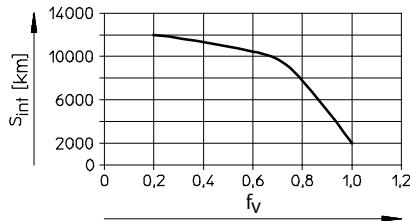

Fig. 12
- Réduire de moitié l'intervalle de graissage I_{gr} (→ Fig. 12) dans les situations suivantes :
| Intervalle de lubrification | (→ Fig. 12) | | Si nécessaire ¹⁾ | |
1. Calculer le facteur de comparaison de charge f_V à l'aide de la formule pour charges combinées (→ 12 Caractéristiques techniques) et en déduire l'intervalle de graissage S_{int} (→ Fig. 12).
1. Calculer le facteur de comparaison de charge f_V à l'aide de la formule pour charges combinées (→ Chapitre 12 "Caractéristiques techniques") et en déduire l'intervalle de graissage S_{int} (→ Fig. 12).